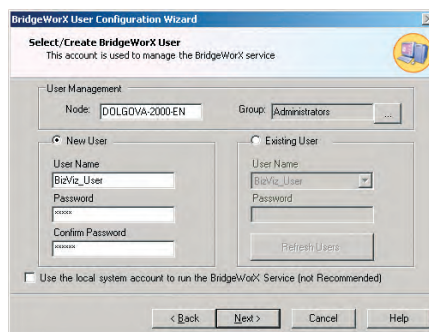

Рис. 17. Создание учётной записи для службы BridgeWorX
6. На экран будет выведен диалог, позволяющий указать учётную запись, под которой будет работать служба BridgeWorX. Установите флажок **New User**, введите имя пользователя и пароль, как показано на рис. 17 (пустой пароль не допускается)! Нажмите кнопку **Next** (Далее).